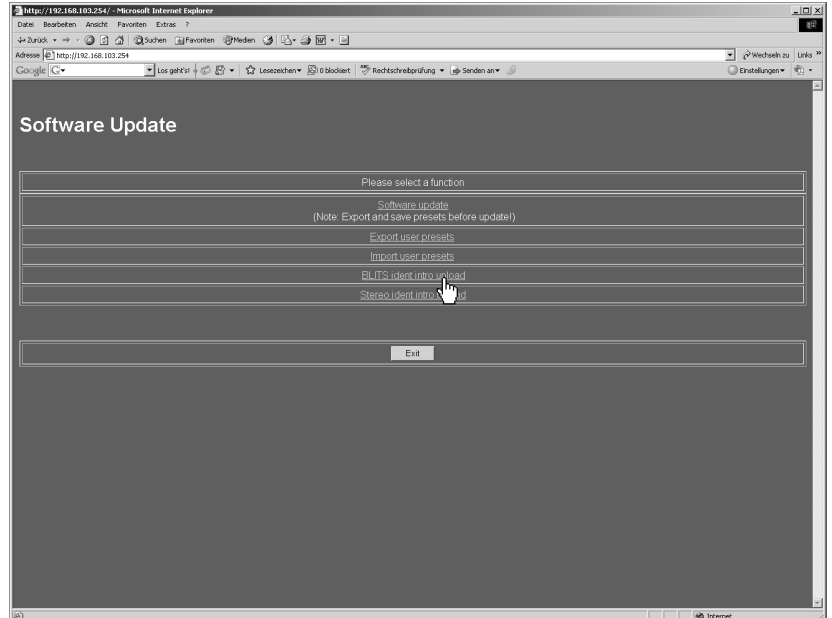
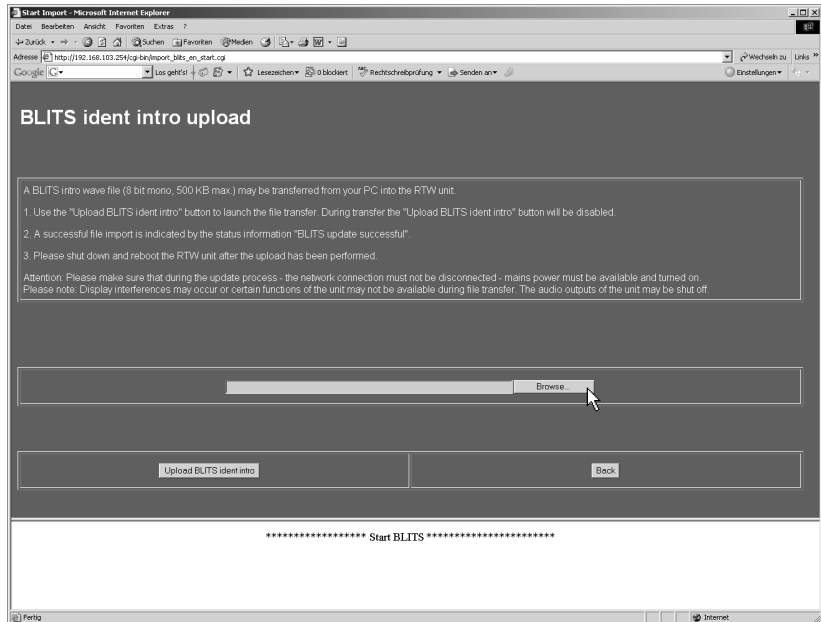
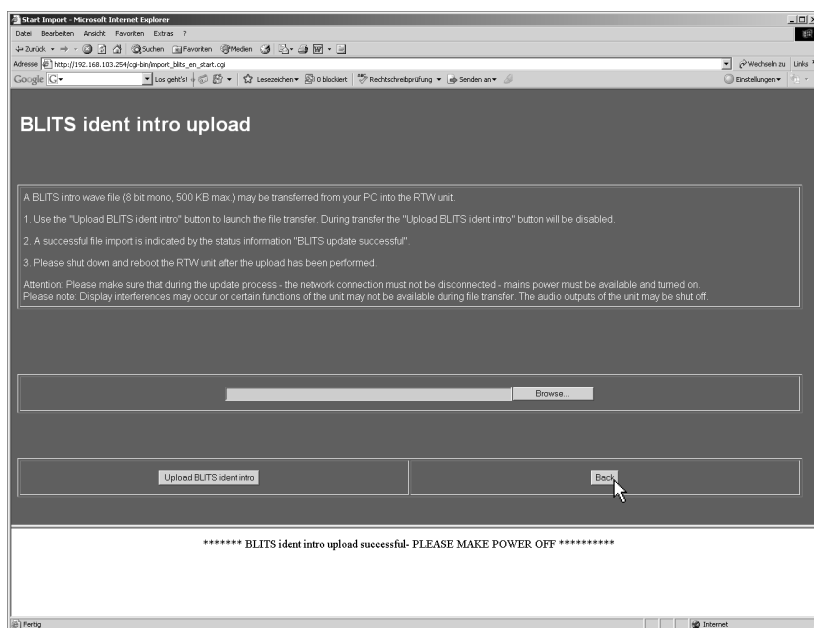

Bild 8-25: Anzeige des Software-Update-Programms in einem Internet-Browser
Bild 8-26: Anzeige der „BLITS ident intro upload“-Seite („Durchsuchen“)
Bild 8-29: Ende des Hochladens der Intro-Datei
2. Im Browser-Fenster erscheint das Software-Update-Programm des SurroundMonitor (siehe Bild 8-25). Wählen Sie „BLITS ident intro upload“. **Beachten Sie bitte die Hinweise auf der „BLITS ident intro upload“-Seite** (siehe Bild 8-26).
3. Klicken Sie auf die Schaltfläche „Durchsuchen“ (siehe Bild 8-26).
- Wenn die Meldung „BLITS ident intro upload successful - PLEASE MAKE POWER OFF“ erscheint, ist das Hochladen der Intro-Datei abgeschlossen (siehe Bild 8-29). Zur Aktivierung des Intros für die BLITS- bzw. Surround-Kanalidentifikation ist ein Neustart des SurroundMonitor erforderlich.
7. Klicken Sie auf die Schaltfläche „Back“ (siehe Bild 8-29), um auf die Startseite (siehe Bild 8-25) zurück zu kehren, und klicken Sie auf „Finish“, um das Update-Programm zu verlassen.